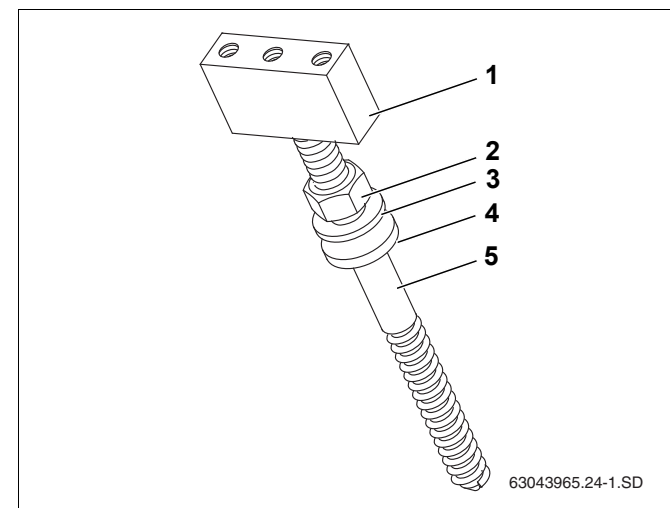

Рис. 23 Порядок сборки шпильки
- При монтаже шпилек соблюдайте последовательность сборки (рис. 23).
- Заверните до упора бобышку (рис. 23, поз. 1) на шпильке (рис. 23, поз. 5).